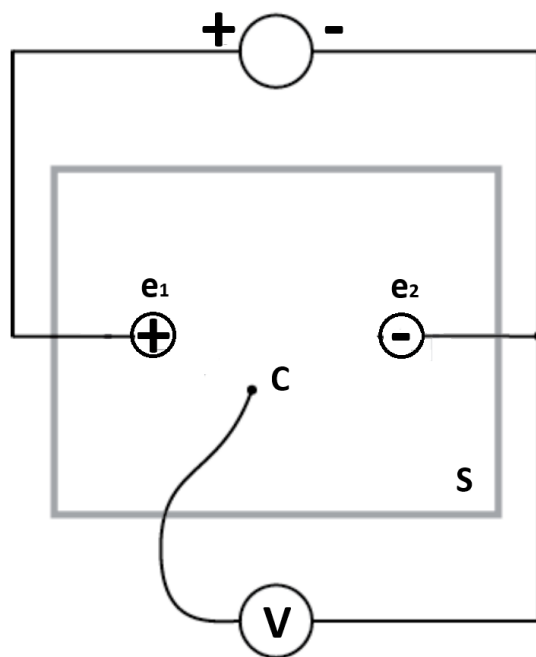

Figura 1 - Montagem experimental
- Ligue os terminais da fonte de tensão aos elétrodos de acordo com a figura 1. O lado positivo da fonte corresponde ao terminal vermelho e o lado negativo ao terminal preto.
- A outra entrada do voltímetro será ligada à sonda de tensão de superfície (C).